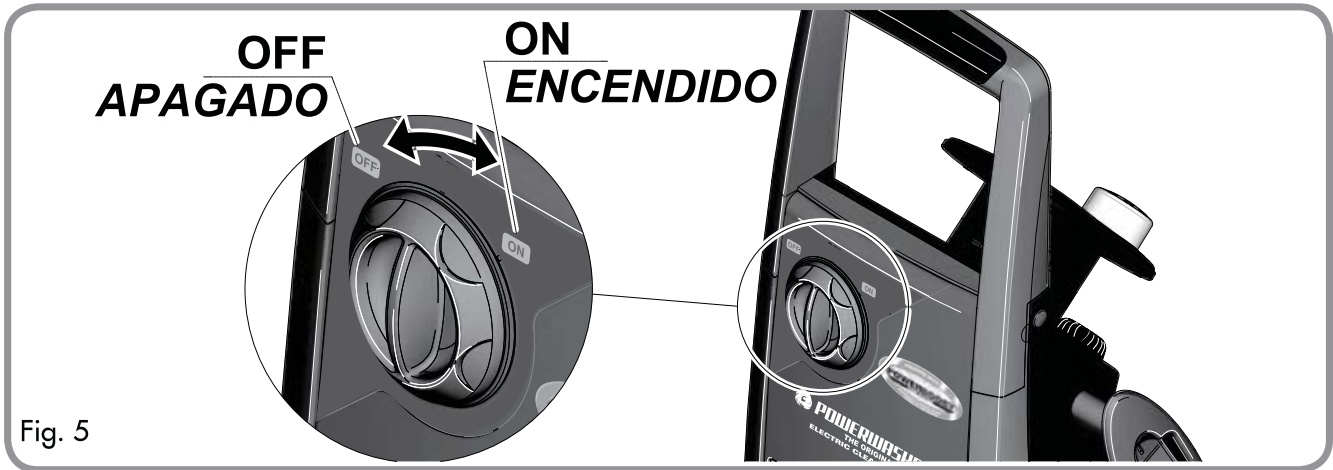

Fig. 5
7. Turn switch to ON position. (Fig. 5 - page 15). Note that the motor will momentarily start then stop.
7. Situar el interruptor en la posición de ON (Fig.5- pág.15). No olvidar que el motor arranca momentáneamente y después se detiene.